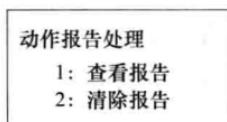

图 2-10 报告子菜单
- (3) 报告。进行与报告相关操作。该装置 FLASH 区可保存 200 个最近发生的历史报告，该菜单分两个子菜单，如图 2-10 所示。